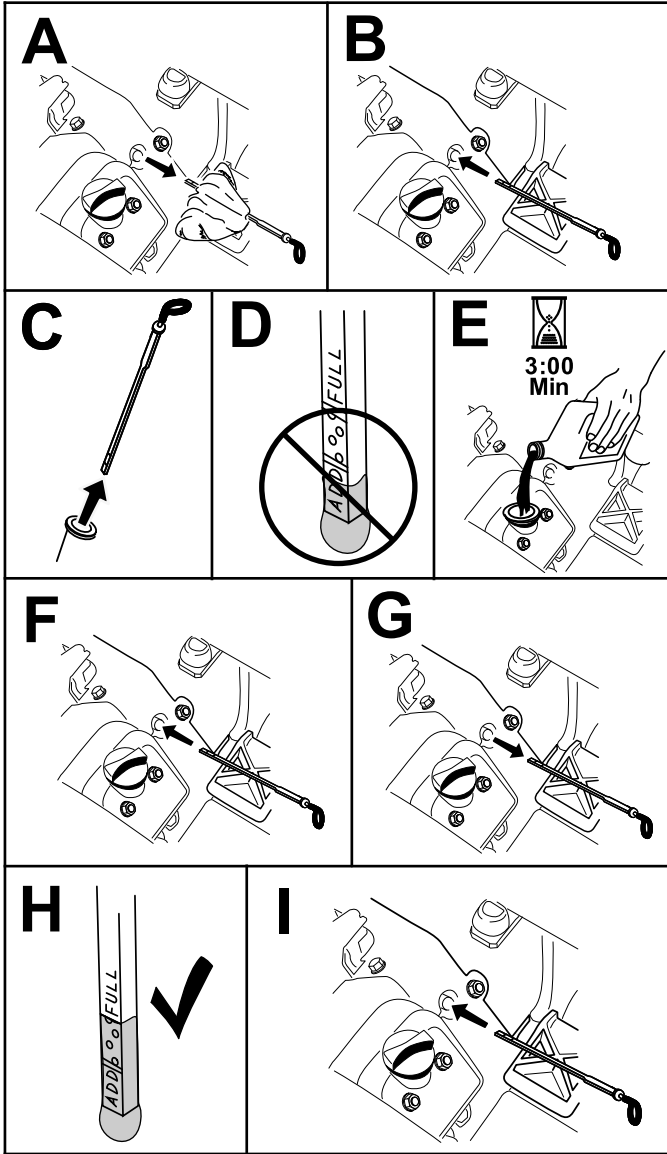

图 25
5. 将量油尺插入量油尺管道中并确保它完全插入。从量油尺管道取出量油尺查看油位。如果油位较低请从气门室盖上拆下加油颈盖然后添加足够的指定机油将油位提高到量油尺上的“已满”标记图 25。